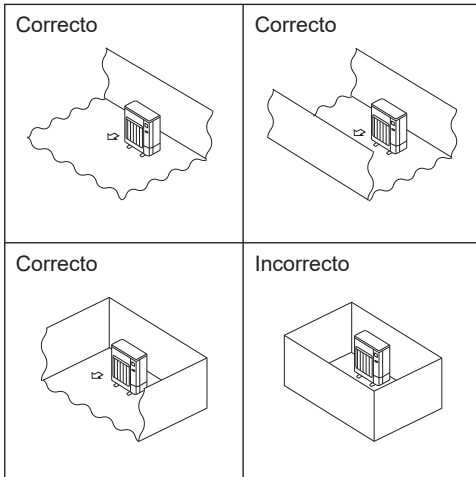

Fig. 2-2
- Ⓐ Instale las unidades exteriores en un lugar donde al menos uno de los cuatro lados esté abierto, y en un espacio lo suficientemente grande y no elevado. (Fig. 2-2).